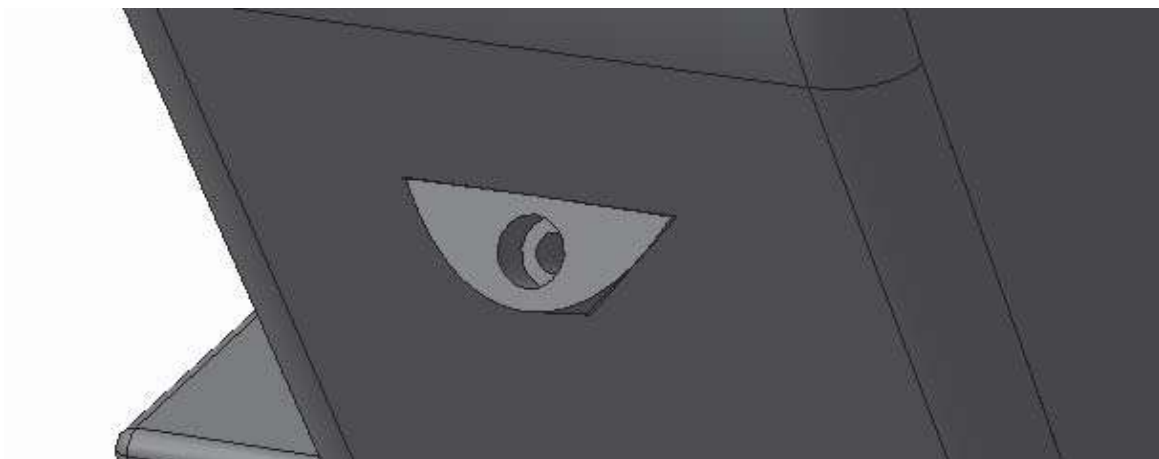

Рисунок 6.22 – Місце під масловказівний показчик
6. Аналогічно виконайте ще одне вирізання, вже власне отвори в корпусі під масловказівний показчик. Розмістіть коло діаметром 9 мм на тій же площині, що і попередній ескіз. Величину витискання визначте довільно, виходячи з того, що отвір повинен наскрізь проходити через передню стінку, але при цьому не торкнутися днища корпуса. Рекомендую прийняти відстань вирізання, рівною 100 мм. Прослідкуйте також, щоб центри кіл двох останніх ескізів точно збігалися (можна просто скопіювати перше коло в другий ескіз, прив'язуючись до початку координат, а потім зменшити його діаметр до 9 мм), інакше отвори в ніші будуть не співвісні. Отриманий отвір для масловказівного показчика на рис. 6.22.